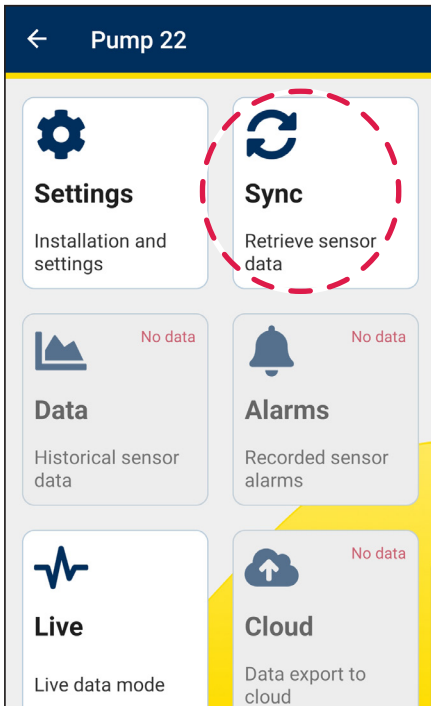

Abbildung 11
2. Wählen Sie **Synchronisieren** aus (siehe Abbildung 11).